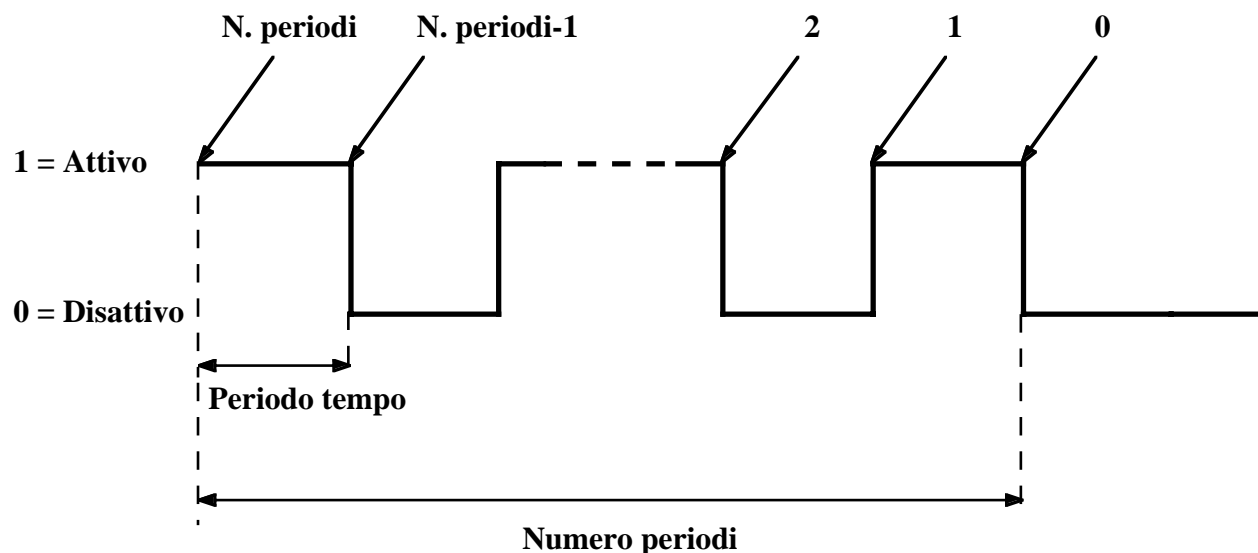

FIGURA 55: COMANDO ONDA QUADRA TEMPORIZZATA DA 1
N.B. Facendo riferimento alla figura 55 si può notare che lo stato che assumerà l'uscita al termine dell'esecuzione del comando dipende dal numero di periodi eseguiti; in particolare un numero pari di periodi comporterà uno stato finale **1** (output attivo) e viceversa.